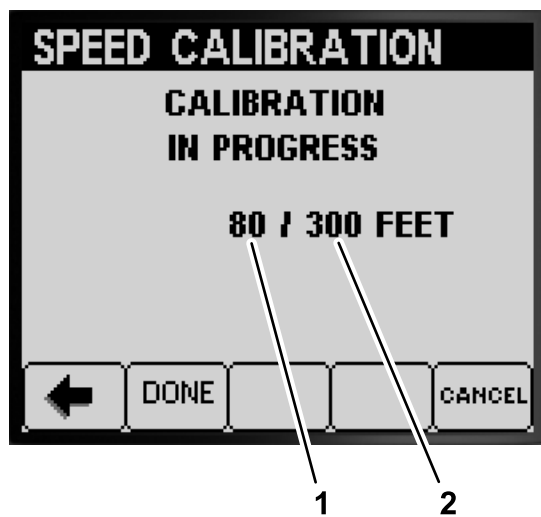

図 67
4. 前輪の前端がゴールラインに到達した時点でボタン 2 を押す DONE 図 67。